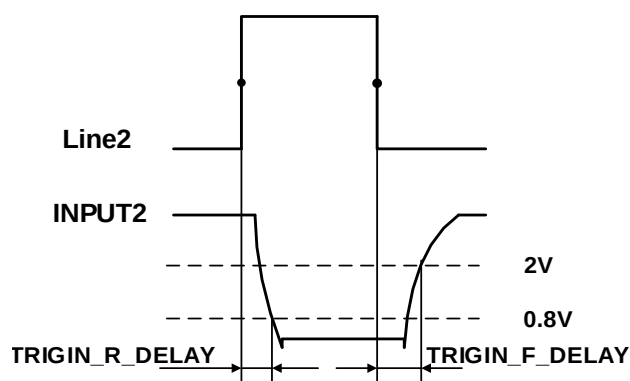

图 7-18 Line2 配置为输入引脚时电路延时参数
- 输入上升沿延时： $<2\mu\text{s}$ ($0^{\circ}\text{C}\sim 45^{\circ}\text{C}$)，参数说明见图 7-18
- 输入下降沿延时： $<2\mu\text{s}$ ($0^{\circ}\text{C}\sim 45^{\circ}\text{C}$)，参数说明见图 7-18